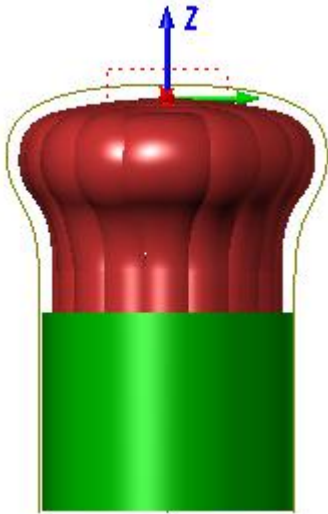

图 6-8 绘制截面线
- b) 使用相同方法绘制右视图下的两条截面线。如图6-8。